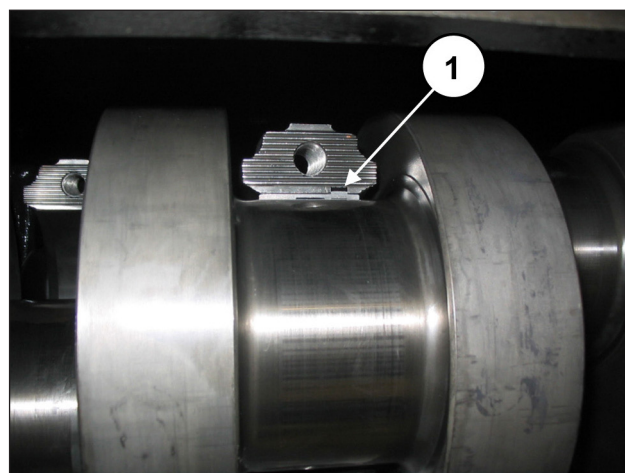

Fig. 60
Para montar correctamente los cojinetes, la lengüeta de referencia de los semicojinetes debe encajar en el alojamiento de la semibiela (pos. ①, Fig. 60).